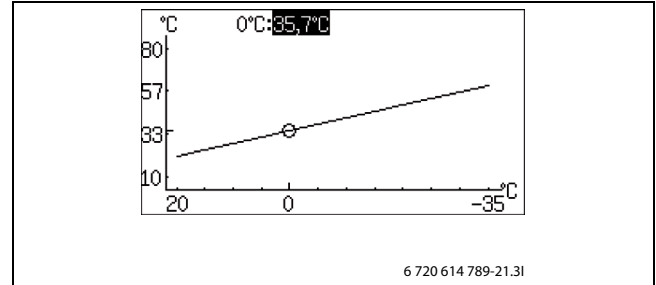

Bild 51
- Drehknopf bei markiertem Quadrat drehen, bis 0°C markiert ist (→ Bild 51).